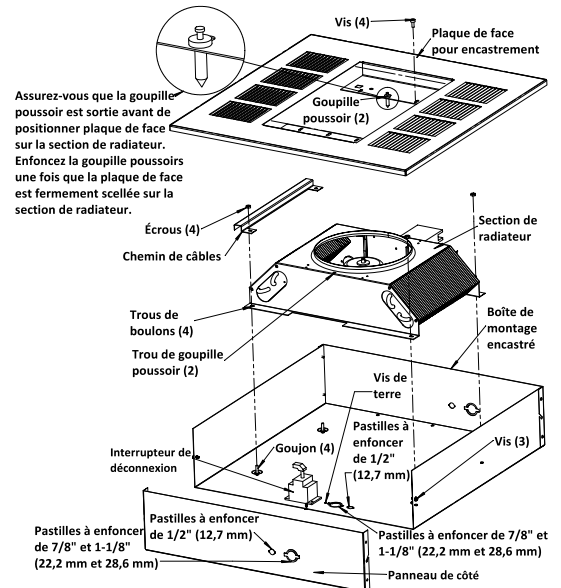

Figure 3
1. Enlevez le boîtier de montage encastré (Figure 3) du carton contenant l'enceinte de montage encastré, de type FIE-REB-N ou FIE-REBNW-W.
2. Enfoncez l'une des pastilles et installez-y un serre-câble ou serre-conduit (Figure 3).
3. Retirez l'une des ouvertures amovibles à proximité de la vis de terre et installez un connecteur de câble ou de conduit (Figure 3)
4. Installez l'interrupteur de coupure optionnel (si nécessaire) comme c'est montré en Figure 3.
8. Positionnez la section de radiateur par-dessus les goujons du boîtier de montage encastré (Figure 3).
- Poussez la section chauffante sur les goujons et serrez fermement les deux écrous (fournis) sur les goujons pour fixer la moitié de la section chauffante opposée aux fils gainés au boîtier de montage encastré. Poussez la conduite sur les goujons en vous assurant que les fils gainés sont dans la conduite, puis serrez fermement les deux écrous (fournis) sur les goujons pour fixer la conduite et l'autre moitié de l'appareil de chauffage au boîtier de montage encastré (Figure 3).
- Enlevez la plaque de montage encastré (Figure 3) du carton contenant l'enceinte de montage encastré, de type FIE-REB-N ou FIE-REBNW-W.
**REMARQUE :** Assurez-vous que la goupille poussoir dans chaque extrémité de la grille de soufflage est tirée en position sortie pour permettre aux corps de goupille de bien entrer dans les trous de la section de radiateur (Figure 3).
- Installez et serrez bien quatre vis (fournies) pour retenir la plaque de face pour encastrement avec la section de radiateur (Figure 3).